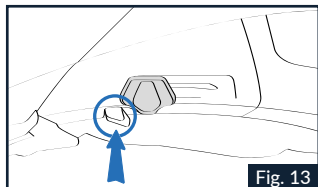

Fig. 13
1.2 Per disattivare il VPS premere il tasto di recupero come in Fig.13 fino